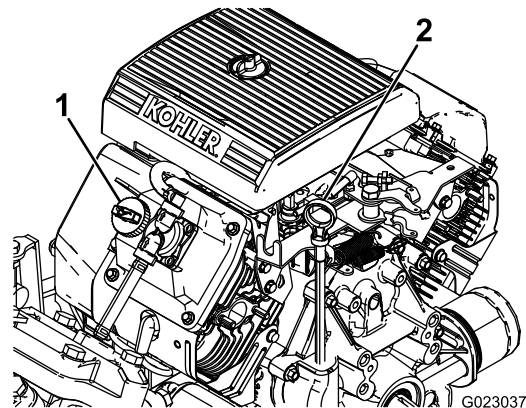

Figura 11
2. Retire la varilla y límpiela con un paño limpio (Figura 11).
4. Si el nivel de aceite es bajo, retire el tapón de llenado de la cubierta de la válvula (Figura 11) Y AÑADA ACEITE POR EL ORIFICIO HASTA QUE EL NIVEL LLEGUE A LA MARCA LLENO DE LA VARILLA; EL TIPO Y LA VISCOSIDAD CORRECTOS FIGURAN EN LA SECCIÓN . Mantenimiento del aceite de motor \(página 51\)